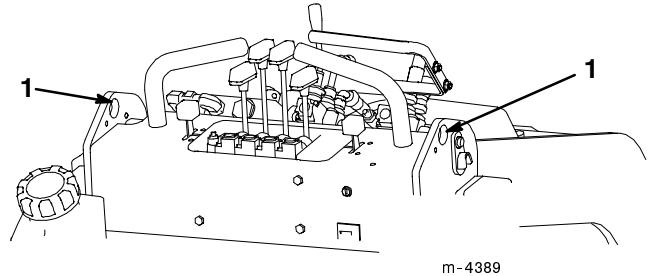

Abbildung 17
2. Die Zugmaschine an den zwei Hebepunkten (Abb. 17) vom Boden abheben und auf einen Anhänger befördern.